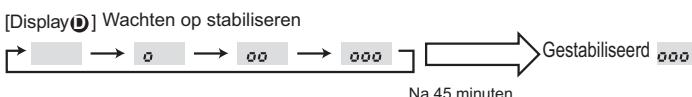

Fig. 8-3
- Druk op **FILTER** om de instelling te bevestigen. (Fig. 8-3)